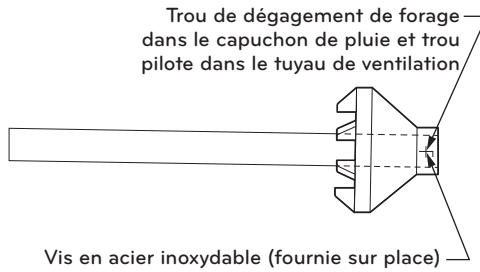

Fig.7-14 Ensemble alternatif du capuchon de pluie au tuyau de ventilation
- Fixez l'assemblage à la structure du toit, comme le montre la figure 7-14, à l'aide d'un cerclage métallique fourni sur le terrain ou d'un matériau de support équivalent.